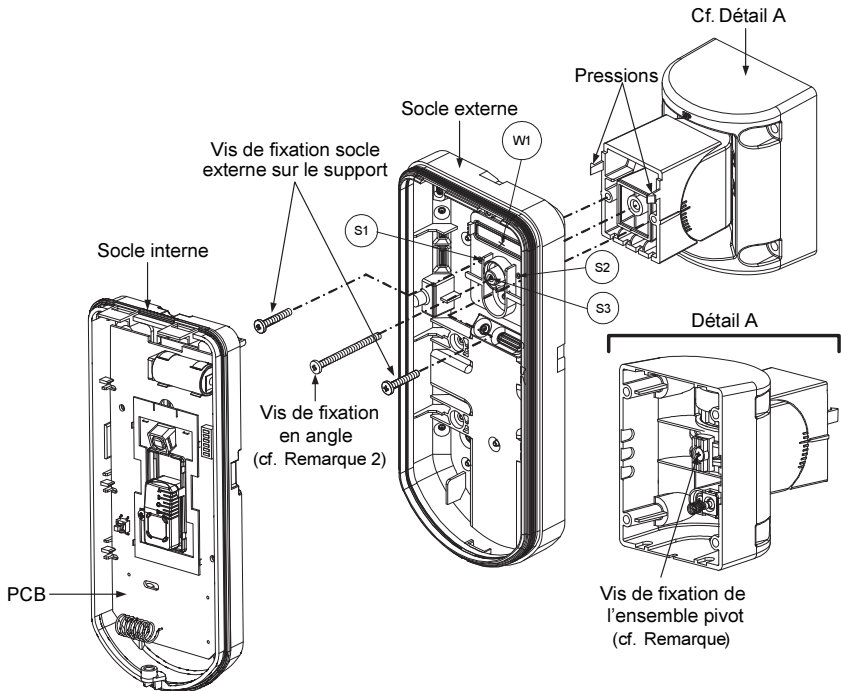

Figure 9
- Fixez le socle externe au support orientable à l'aide des pressions prévues (Figure 9).
- Fixez le socle externe au pivot à l'aide de deux vis passant par les pastilles pré-perçées S1 et S2 (Figure 9).
5. Introduisez la vis de fixation d'angle fournie en partant du socle externe et en passant par la pastille pré-percée S3 de la vis de fixation d'angle située sur le socle externe, pour atteindre le support standard (Figure 9).